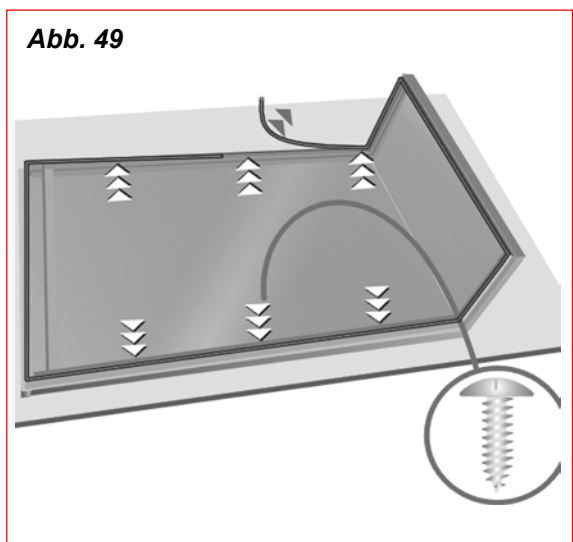

Abb. 49
- Feststellschrauben des Scheibenrahmens lösen (Abb. 49).